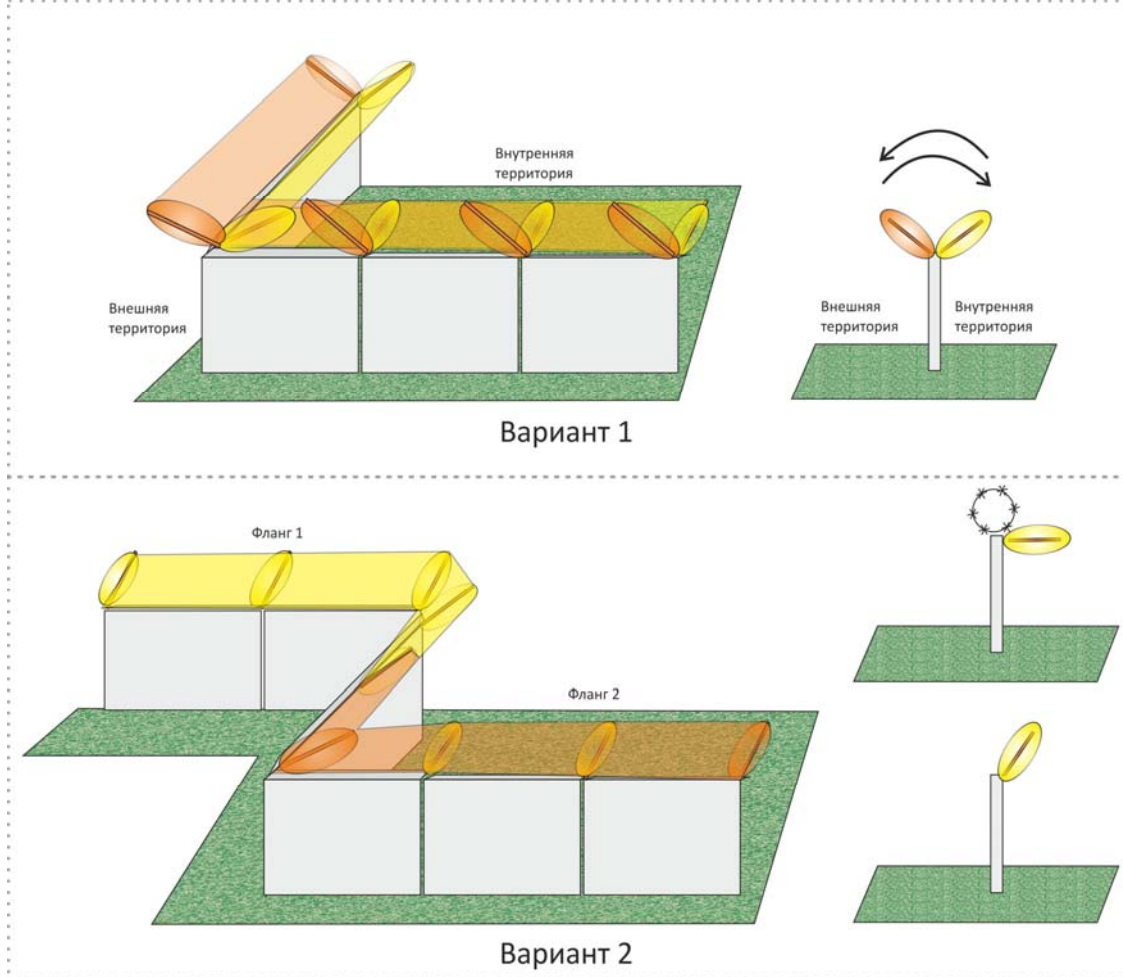

Рис. 1
- а) блокировки одного фланга от 5 до 350 метров двухрубежной зоны обнаружения с определением направления движения нарушителя. В этом случае сигналы обрабатываются по единому алгоритму (см. рис. 1 Вариант 1);
- б) – блокировки двух флангов, каждый от 5 до 250 метров ( в сумме до 500 метров) с формированием однорубежной зоны обнаружения – аналог «Импульс-14ТМ(ТПМ)». В этом случае два фланга функционируют независимо друг от друга. Так же в однорубежном варианте допускается использование одного фланга (см. рис. 1 Вариант 2).
- извещатели удобны в применении, ведь направляющая система на основе двухпроводной линии передачи позволяет формировать равномерную объемную зону обнаружения сложной формы вдоль любых физических преград, например, верха (козырек) или полотна заграждения, или вообще без заграждения (рис. 1);